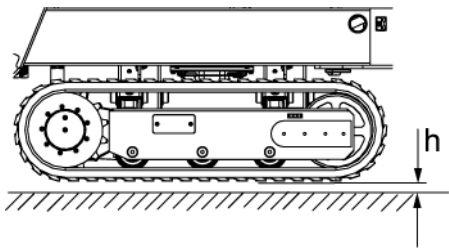

Abb. 141: Kettenfahrwerk entlasten
3. Die Maschine mittels der Stützen so weit anheben, bis das Kettenfahrwerk gerade entlastet ist (Abb. 141/h = max. 20 mm) (☞ Kapitel 6.8 „Maschine in Arbeitsstellung bringen“ auf Seite 98).